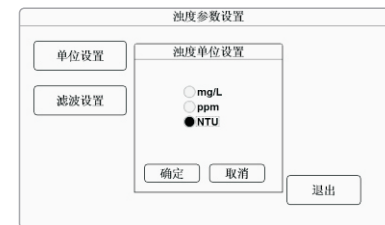

图2-19
- ◆ 单位设置: 点击“单位设置”弹出如图2-19所示界面, 有三种单位可供选择, 选定后按【确定】键确认。